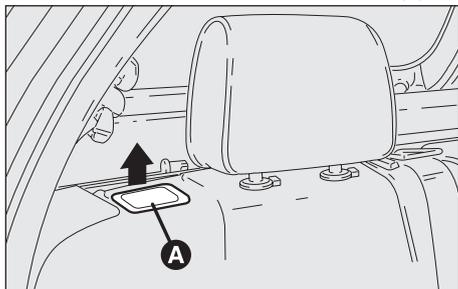
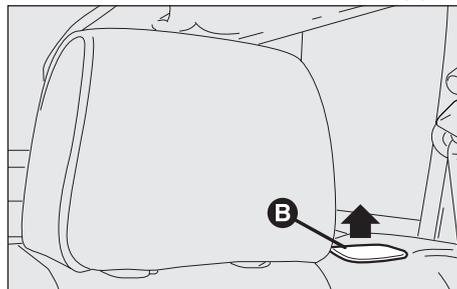

fig. 41
fig. 42
– Sbloccare il fermo degli schienali sollevando la maniglia (**A-fig. 41**) per lo schienale destro e la maniglia (**B-fig. 42**) per lo schienale sinistro.